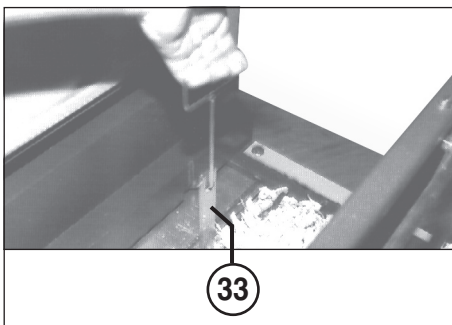

Fig. 9
- A) Expulsión con atadura al saco de plástico (tratándose de piezas pequeñas) (fig. 9, 10, 11, 12 y 13)
- B) Expulsión con atadura sin al saco de plástico (en el caso de piezas grandes) (fig. 9, 10 y 12)
ATADURA DEL FARDO (fig. 9, 10, 12, 16):
3. Con ayuda de los elevadores de cinta (33) y del gancho de tracción adjuntado al suministro, extraer las cintas hacia arriba hasta aprox. 40 cm por encima del punzón de prensado (fig. 9).